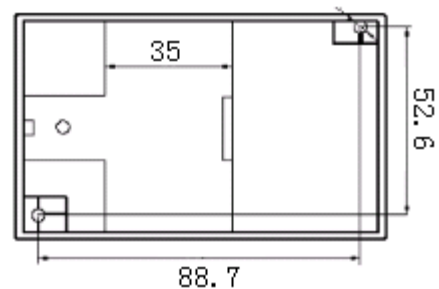

图 4、SK 外形安装尺寸图
产品采用 DIN35 导轨式安装或螺钉固定安装，其安装尺寸如图 4 所示(单位 mm)。
- ① 按图 4 所示的螺孔位置在固定板上打直径为 4mm 孔；
② 使用小于Φ3.5的螺钉插入孔中固定。